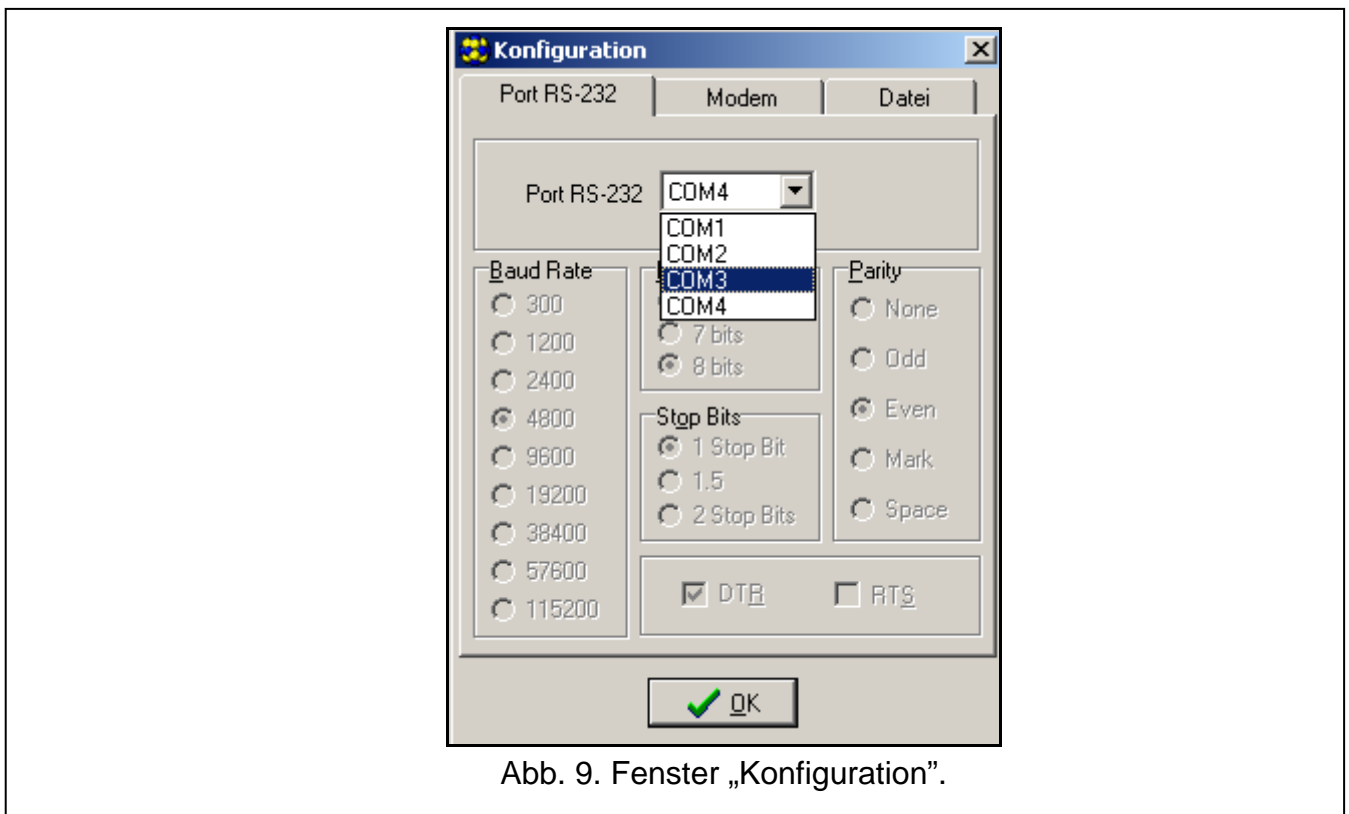

Abb. 9. Fenster „Konfiguration“.
4. Wählen Sie den Port des Computers aus, an den das Modul angeschlossen wurde (siehe: Abb. 9).